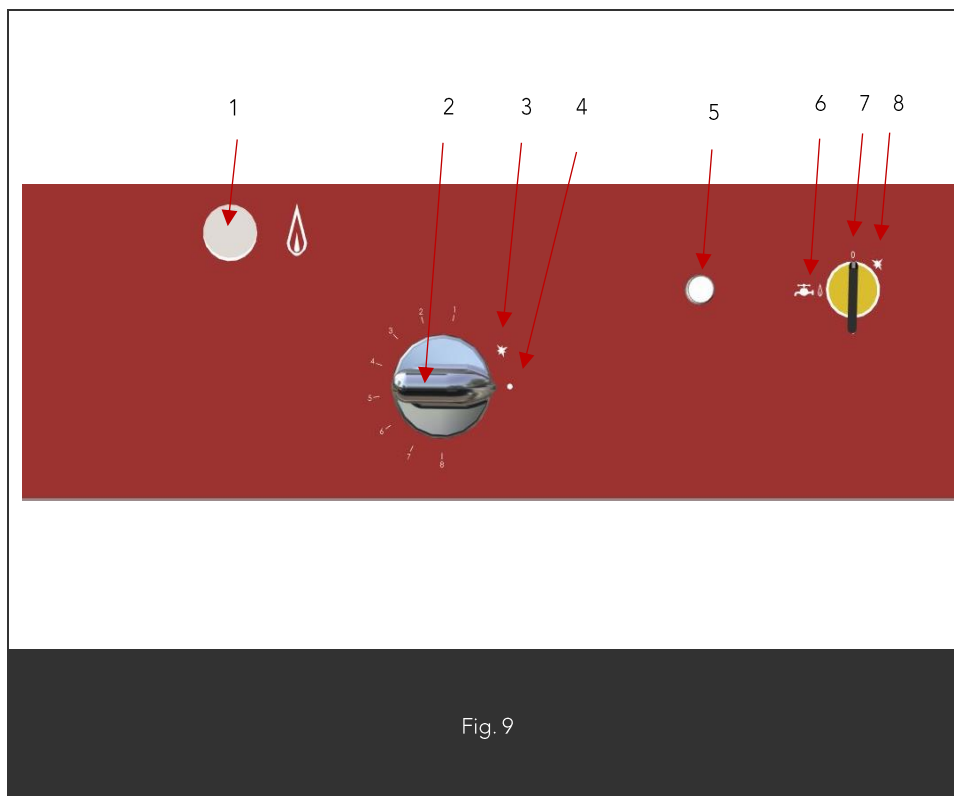

Fig. 9
- Mettre l'appareil sous tension le voyant blanc est allumé. (Fig9 Rep5)
- Appuyer sur la manette gaz (Fig9 Rep2) sur la position allumage/veilleuse (Fig9 Rep3) et de façon simultanée tourner la manette du commutateur sur la position allumage (Fig9 Rep8)
- Régler la manette gaz (Fig9 Rep2) à la température désirée (voir tableau ci-dessus).
- Pour faire circuler l'eau dans la gorge périphérique, tourner le commutateur sur la position  (Fig9 Rep6).